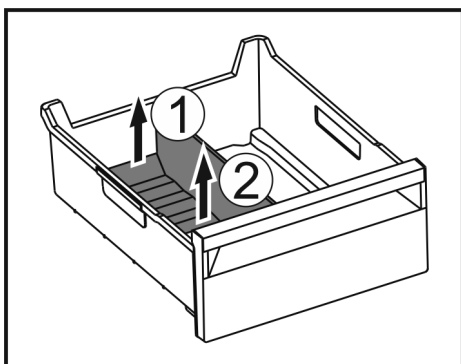

Fig. 186
- ▶ Emelje meg a jégkész-eltávolító hátsó részét. Fig. 186 (1)
- ▶ Vegye ki a jégkész-eltávolítót felfelé. Fig. 186 (2)